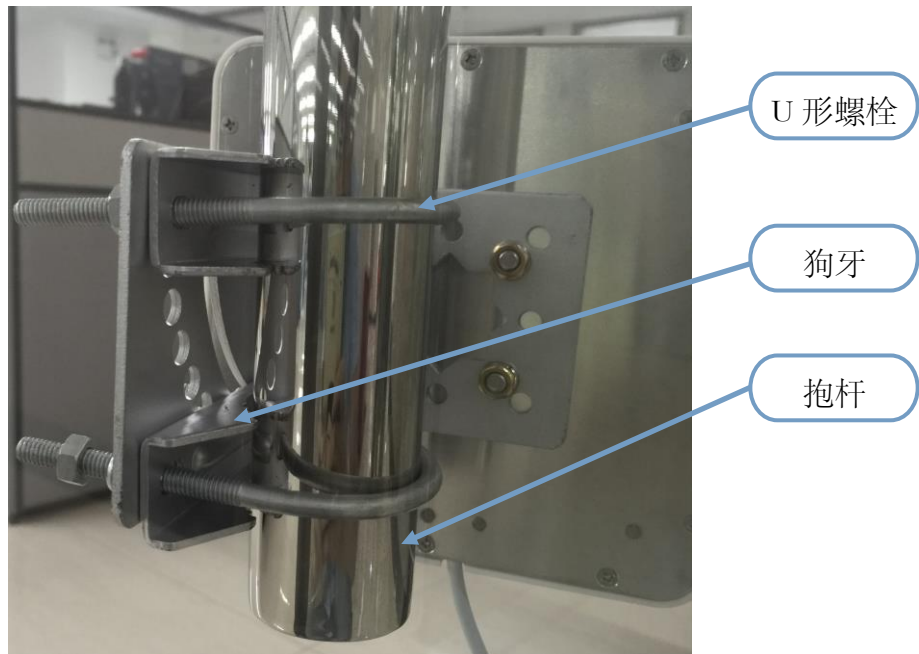
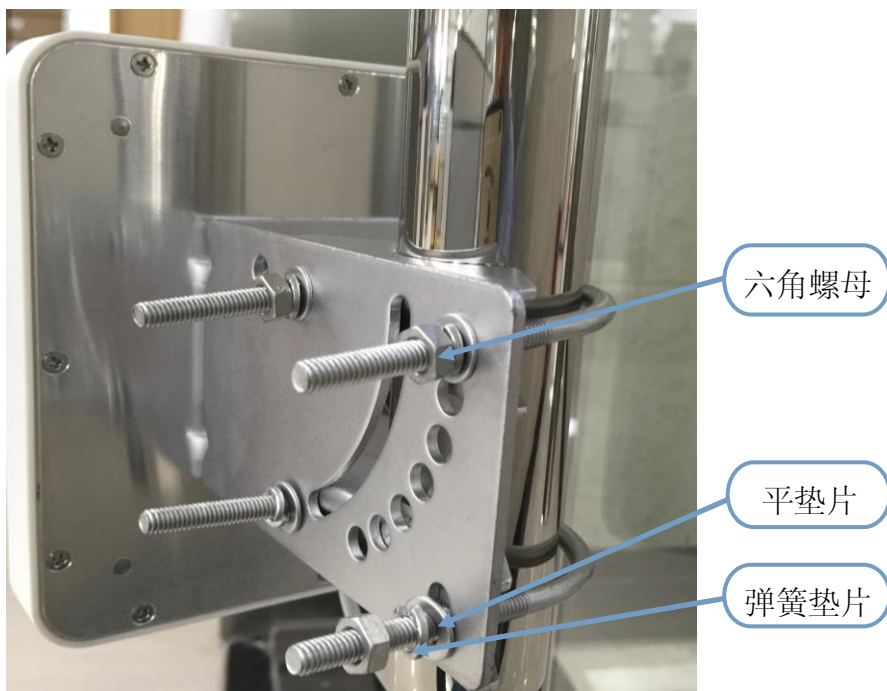

图 5 抱箍安装示意图
图 6 抱箍安装示意图
5.2、步骤二：用“U型螺栓、螺母弹垫圈及平垫圈”及“狗牙”将天线固定在竖向钢架结构或支柱上，见图 5 及图 6。